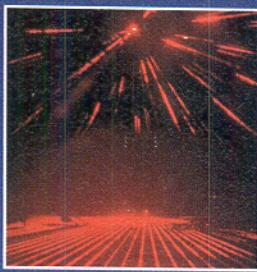
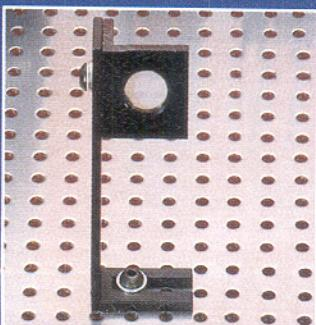
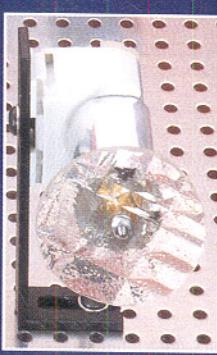
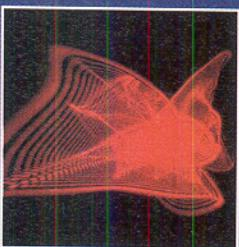

Bild 9: Linien- und Kreuzgitter-Raumeffekt
Bild 10: Effekthalter
Bild 11: Getriebemotor zur Aufnahme von Gittereffekten oder Kathedralglasfolien (Schlierenmuster)
Bild 12: Interferenzmuster zur Erzeugung von Schlierenmustern
- Gittereffekte zur Erzeugung von Linien- und Kreuz-Raumeffekten (Bild 9). Die Effekte können wahlweise in einen Effekthalter (Bild 10) eingebaut oder an einen langsam drehenden Motor angebaut werden (Bild 11).
- Interferenzmuster zur Erzeugung von Schlierenmustern (Bild 12). Bewegung durch Getriebemotor (Bild 11).